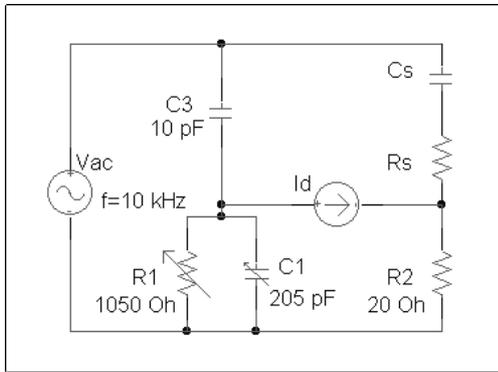

Figura 10
13.- El circuito de la Figura 10 es un puente de impedancias de Schering utilizado para medir capacidades que soportan altas tensiones, para ello se requiere que posean bajo coeficiente de disipación. C3 y R2 son fijos de valores respectivos 10 pF y 20  $\Omega$ , mientras que C1 y R1 son variables. Se sabe que el equilibrio del puente se ha conseguido con los valores  $C1 = 205$  pF y  $R1 = 1050$   $\Omega$ , para una frecuencia  $f = 10$  kHz ¿cuál es el valor de la capacidad  $C_s$ , de su resistencia serie equivalente  $R_s$  y del factor de disipación D?